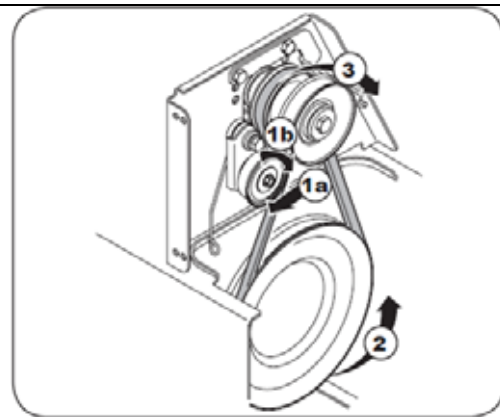

Рис. 36
1. Потяните паразитный шкив от задней поверхности ремня для снятия натяжения (1a Рис.36). Снимите ремень с паразитного шкива. Осторожно отпустите паразитный шкив (1b Рис. 36).